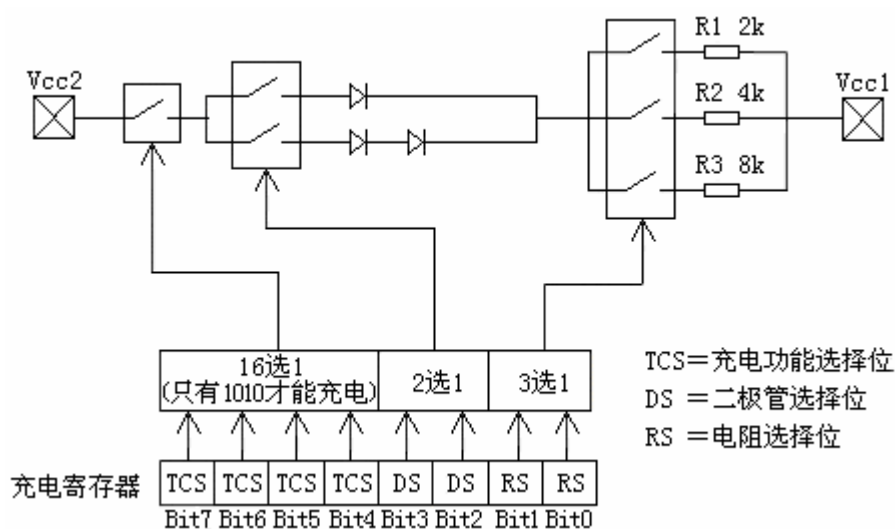

图 4 HYM1302 可编程慢速充电器
如图 4 所示，时钟/日历包含在 7 个写/读寄存器内。包含在时钟/日历寄存器内的数据是二一十进制（BCD）码。
这个寄存器控制 HYM1302 的慢速充电特性。图 4 的简化电路表示慢速充电器的基本组成。慢速充电选择 (TCS) 位 (位 4-7) 控制慢速充电器的选择。为了防止偶然的因素使之工作，只有 1010 模式才能使慢速充电器工作，所有其它的模式将禁止慢速充电器。HYM1302 上电时，慢速充电器被禁止。二极管选择 (DS) 位 (位 2-3) 选择是一个二极管还是两个二极管连接在 Vcc2 与 Vcc1 之间。如果 DS 为 01，那么选择一个二极管；如果 DS 为 10，则选择两个二极管。如果 DS 为 00 或 11，那么充电器被禁止，与 TCS 无关。RS 位 (位 0-1) 选择连接在 Vcc2 与 Vcc1 之间的电阻。电阻选择 (RS) 位选择的电阻如下：
时钟/日历命令字节可规定多字节工作方式。在此方式下，最先 8 个时钟/日历寄存器可以从地址 0 的第 0 位开始连续地读或写（见图 4）。